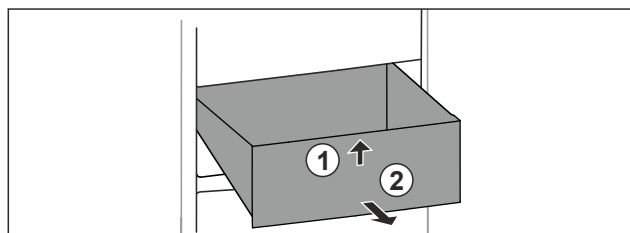

Fig. 101
- ▶ Lyft upp låda framtill. Fig. 101 (1)
- ▶ Ta ut låda genom att dra den framåt. Fig. 101 (2)